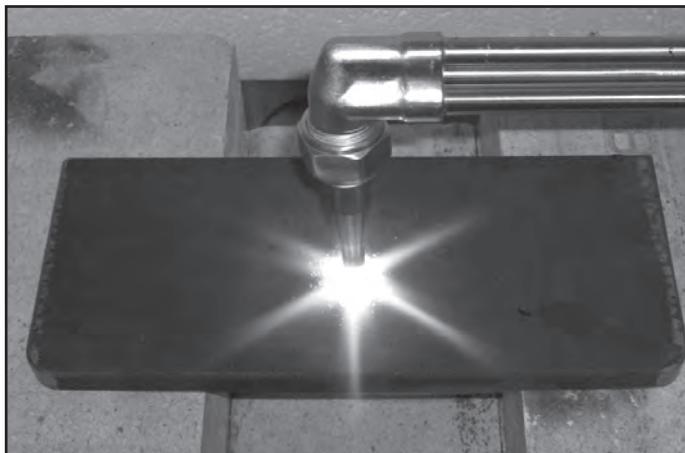

Figure 20 : Démarrage du perçage
1. Préchauffez un petit emplacement sur le métal de base jusqu'à obtention de la température de combustion rouge vif (voir la figure 20).